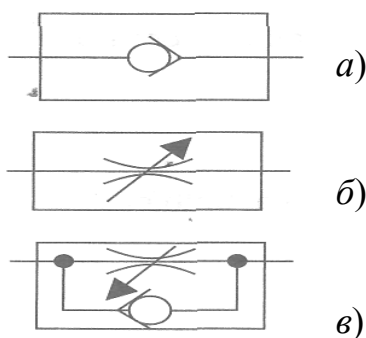

Рис. 24. Обратный (а) и дроссельные (б, в) клапаны
**Обратный клапан** (рис. 24, а) позволяет воздуху проходить только в одном направлении. Он открывается, когда давление на входе превышает давление на выходе.
**Регулируемый дроссельный клапан** (рис. 24, б) обеспечивает регулируемое ограничение воздушного потока в обоих направлениях.
**Регулируемый обратный дроссельный клапан** (рис. 24, в) позволяет ограничить воздушный поток в одном направлении. В обратном направлении ограничения потока нет.